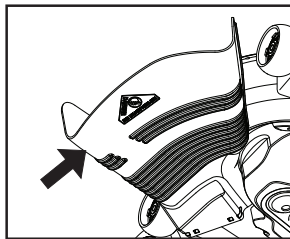

Fig. 11
- **PRECAUCIÓN:** No opere la segadora sin, ya sea, el recogedor de césped completo en las segadoras así equipadas o con la protección contra la descarga en su lugar (Vea Fig. 11).